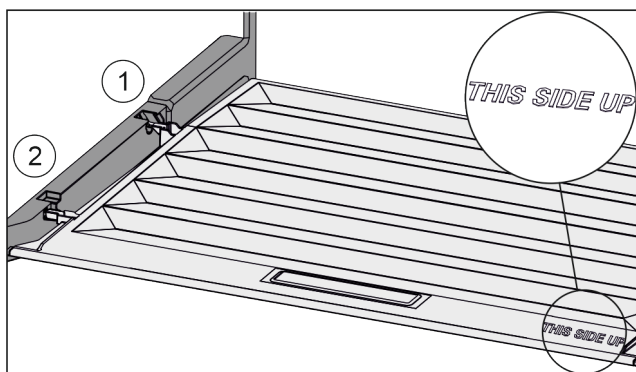

Fig. 76
- ▶ Robova predala vstavite nad odprtino zadnjega držala Fig. 76 (1), spredaj pa ju zataknete v držalo Fig. 76 (2).